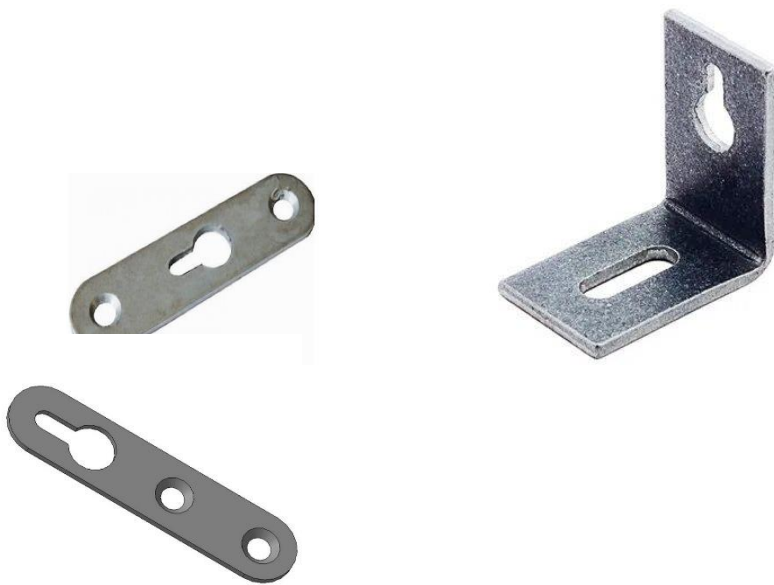

Рис.1. Возможные варианты
1. Разработайте процесс (порядок) изготовления элемента подвески (ушко) (Рис.1. Возможные варианты).